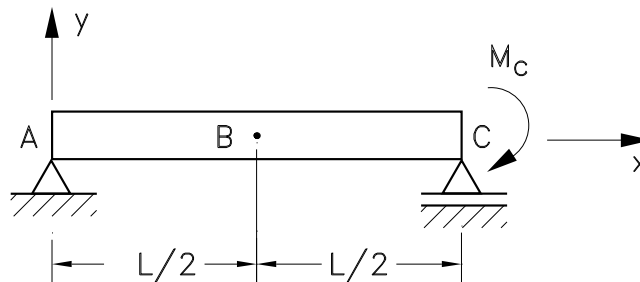

Figura 1: Questão 1.
**QUESTÃO 1 (Valor 3,0):** Para a viga simplesmente apoiada e solicitada por um momento concentrado  $M_c$  aplicado na extremidade C, tal como mostrado na Figura 1, determine: a) a rotação  $\theta_c$  no ponto de aplicação do momento através do princípio da conservação da energia; b) o deslocamento  $v_b$  no ponto central da viga utilizando o princípio das forças virtuais. Desconsidere a contribuição das tensões de cisalhamento nas deformações. Resolva o problema analiticamente.